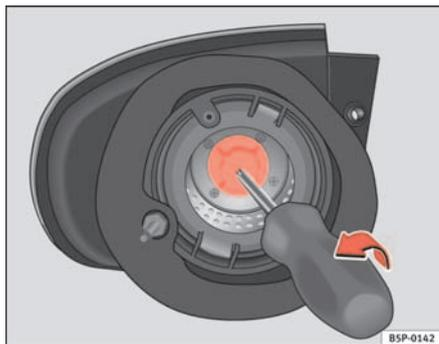

Fig. 184 Feu clignotant.
- Retirez le porte-lampes du clignotant à l'aide d'un tournevis dans le sens de la flèche (voir ⇒ fig. 184)